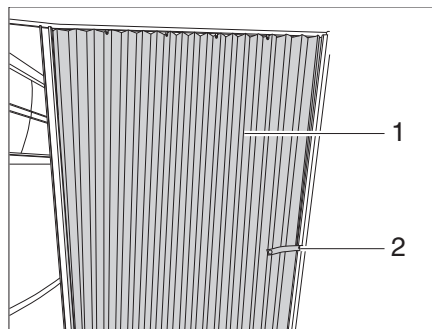

Bild 78 Faltdorhang
- Das Sicherungsband (Bild 78,2) lösen.
- Faltdorhang (Bild 78,1) in Schließstellung ziehen.
- Faltdorhang (Bild 78,1) in die Öffnungsposition führen.
- Faltdorhang mit dem Sicherungsband (Bild 78,2) befestigen.